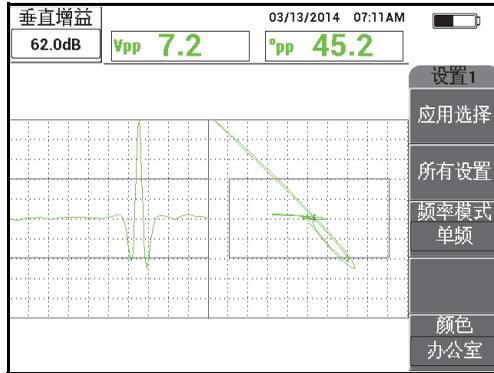

图 5-16 调节垂直增益
- 再按两下增益键（**dB**），访问**垂直增益**参数，然后使用旋钮调节垂直增益，直到信号达到屏幕的顶部，即 100 % 满屏高（参见第 127 页的图 5-16）。